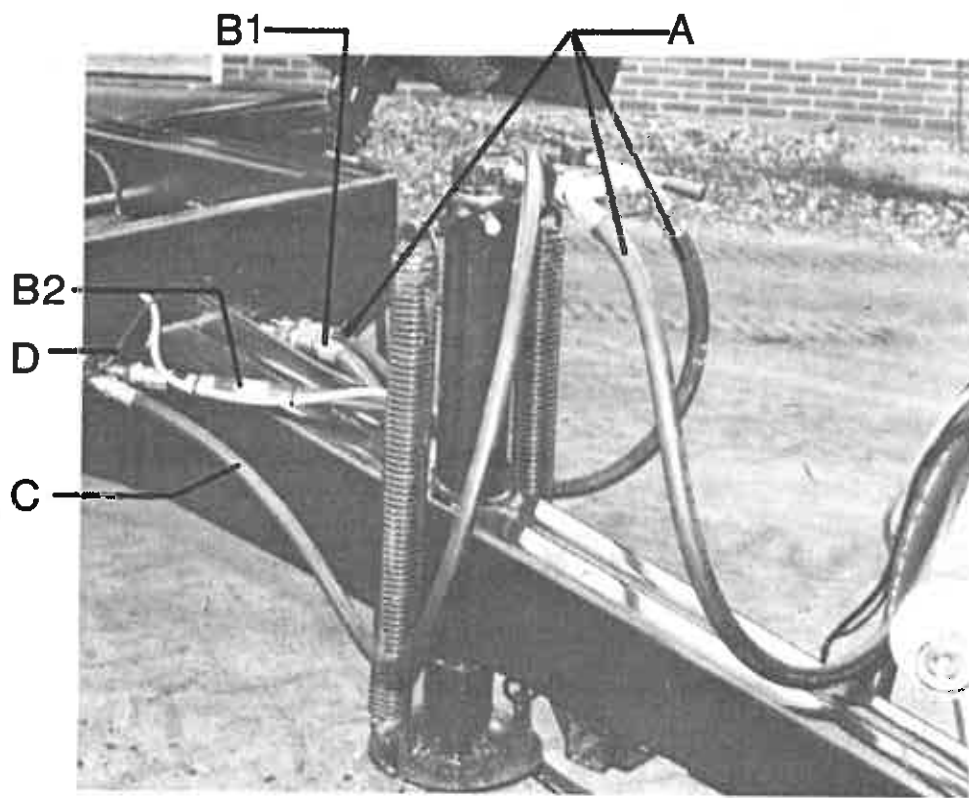

Fig. 2. Hydrauliktilslutning.
2.3. Hydrauliktilslutning (fig. 2)